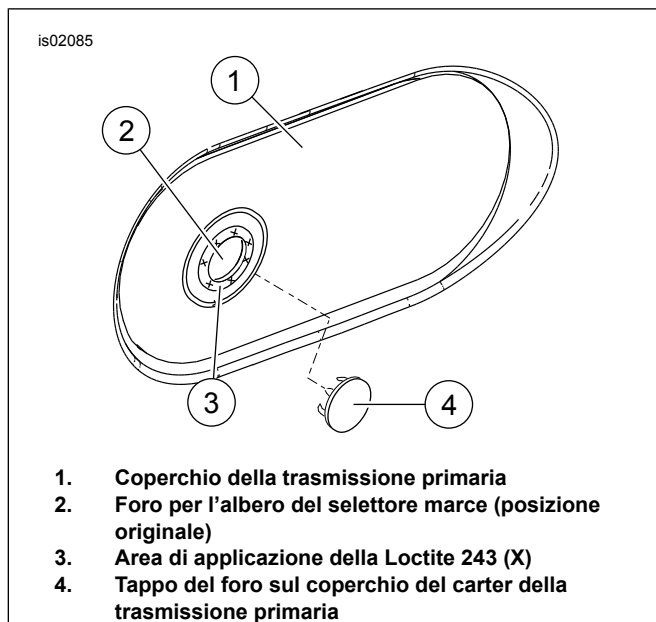

Figura 3. Installazione del tappo esterno sul foro
- Vedere Figura 3. Pulire l'area intorno al foro sul coperchio della trasmissione primaria (2), togliendo sporco, olio e grasso. Applicare Loctite 243 (N° codice Harley-Davidson 99642-97) intorno all'apertura (3). Inserire nell'apertura il tappo (4). Staccare il rivestimento adesivo in eccesso dalla superficie. Attendere 24 ore che la Loctite faccia presa prima di usare il veicolo.